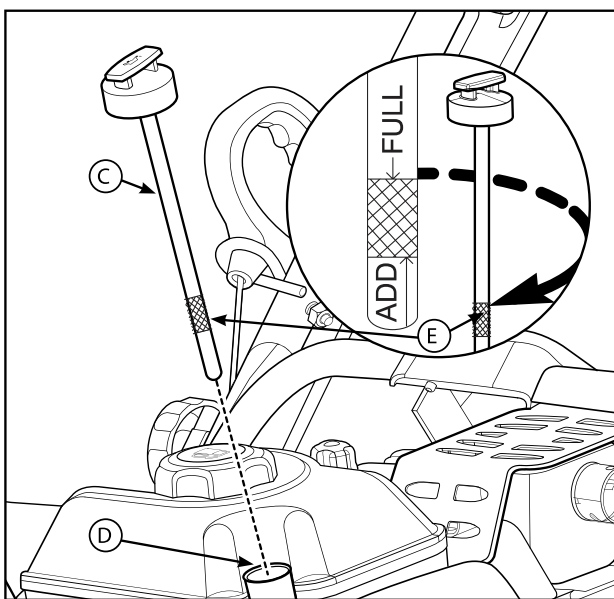

Рис. 14
4. Выньте масляной щуп (С, рис. 14) и вытрите его чистой тряпкой.
5. Медленно влейте масло в маслоналивную горловину двигателя (D). НЕ ДОПУСКАЙТЕ превышения указанной отметки. Подождите минуту и проверьте уровень масла.
7. Выньте щуп и проверьте уровень масла. Уровень масла должен быть на отметке МАКСИМУМ (E) щупа.